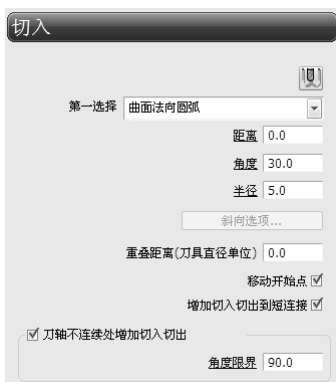

图 4-82 “切入”选项卡
1) 选择“切入”选项,选择“曲面法向圆弧”切入方式,设置“距离”为 0.0,“角度”为 30.0,“半径”为 5.0,如图 4-82 所示。